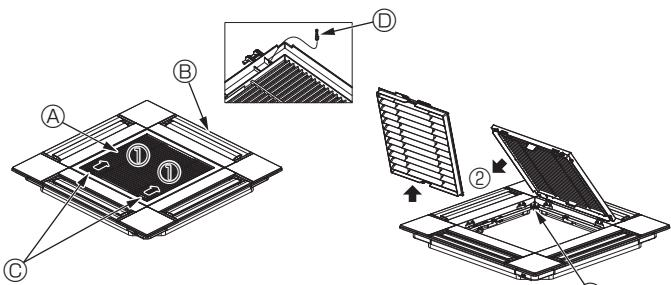

Fig. 5-3
5.2.1. Снятие решетки впуска воздуха (Fig. 5-3)
- Переместите рычаги на решетке на впуске воздуха по направлению, обозначенному стрелкой ①. Решетка откроется.
- В открытом положении решетки впуска воздуха снимите петлю, как показано стрелкой ②.